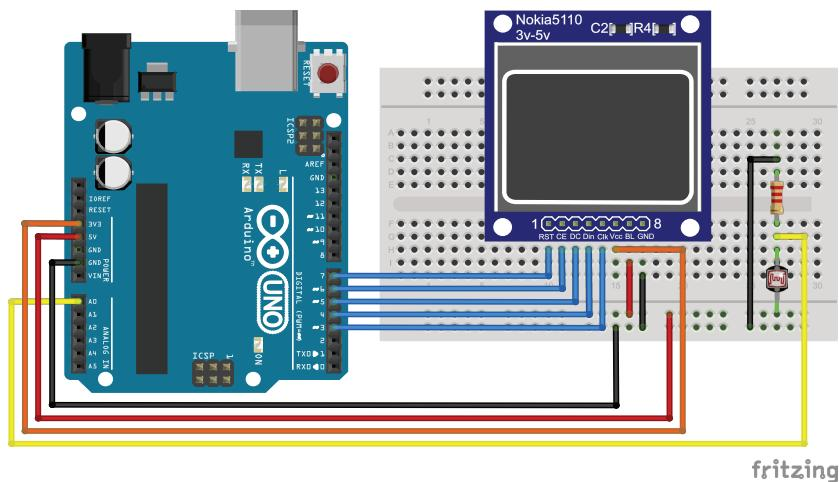

Рис. 16.2. Схема подключения Nokia 5110 и фотодиода к Arduino
Для работы с дисплеем Nokia 5110 будем использовать библиотеку Adafruit_GFX, которая имеет богатые возможности для вывода графики и текста. В нашем эксперименте мы будем получать данные освещенности с фотодиода, подключенного к аналоговому входу Arduino A0, и выводить данные освещенности в числовом и графическом представлениях. Схема подключения показана на рис. 16.2.
- Подключаем датчик дисплея Nokia 5110 и фоторезистор по схеме на рис. 16.2.